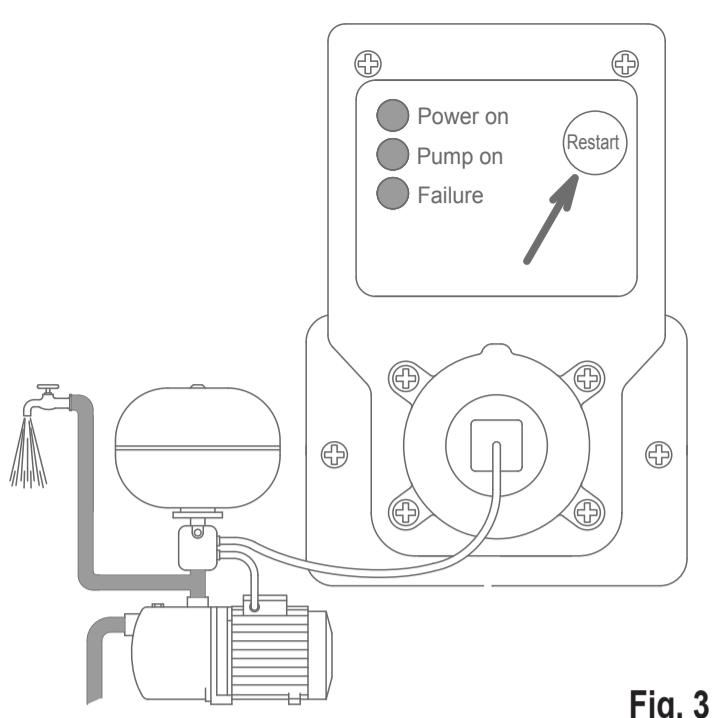

Fig. 3
- Press the red "Restart" button within 10 seconds after connecting the power supply cable. The green "Power on" Led will remain on, the yellow "Pump on" Led will light up and the red "Failure" Led will stop blinking and remain steady while the device acquires the motor data (Figure 3).
Le Témoin vert « Power on » reste allumé, le Témoin jaune « Pump on » s'allume, le Témoin rouge « Failure » passe d'intermittent à allumé fixe et l'appareil saisit les données du moteur (Fig. 3).
- Die grüne Led „Power on“ leuchtet weiterhin, die gelbe Led „Pump on“ leuchtet, die rote Led „Failure“ leuchtet durchgehend und das Gerät erfasst die Motordaten (Abb. 3).
- Antes de transcurridos 10 segundos, pulse el botón rojo "Reset". El Led verde "Power on" queda encendido; el amarillo "Pump on" se enciende; el rojo "Failure" pasa de intermitente a encendido fijo y el aparato adquiere los datos del motor (fig. 3).